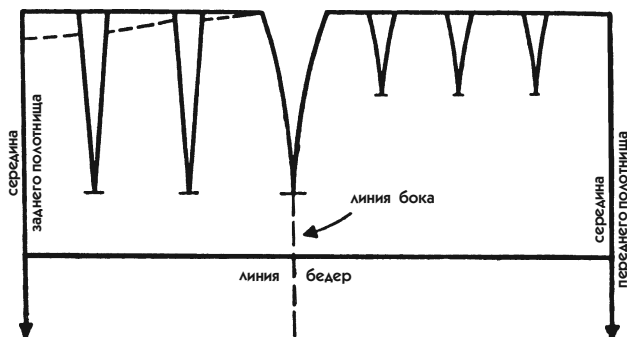
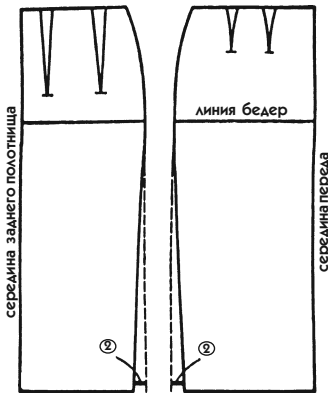
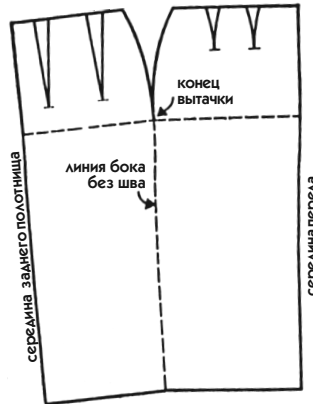
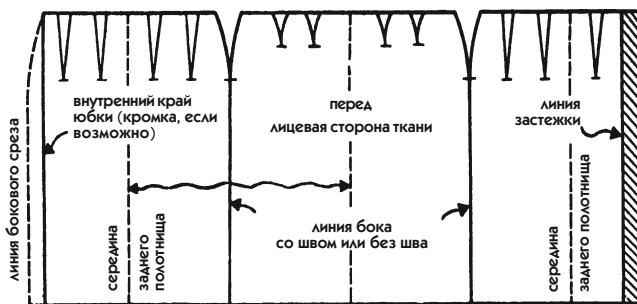

Рис. 78
Рис. 80
Рис. 81
Рис. 84
3. Понижение талии на спинке обозначьте пунктирной линией, как показано на рис. 78.
Примеры на рис. 78 и 79 даны не в полную длину, однако вы начертите лекало полностью.
- Проверьте срединные линии обоих полотнищ: они должны быть строго параллельны (рис. 78). После этого переведите на тот же лист бумаги чертеж заднего полотнища. В следующем разделе мы поговорим о вытачке, которая образуется при соединении этих двух линий.
3. Когда заднее полотнище базового лекала имеет понижение на талии, его надо распределить по всей юбке (см. пунктирную линию на рис. 78).
1. Переведите лекало, которое вы только что выполнили (см. рис. 78), но наметьте пунктирной линией вторую вытачку на заднем полотнище и вытачку на боку.
4. На рис. 78 боковая вытачка ограничена по длине вытачками заднего полотнища. Изменить ее длину можно чаще всего в результате наложения боковых линий юбки.
Переснимите чертеж переднего и заднего полотнищ прямой юбки (рис. 80).
На обоих полотнищах сделайте отметки по низу юбки, отложив по 2 см внутрь чертежа. Соедините эти точки прямыми линиями с линией бедер по боковому срезу (рис. 80, сплошные линии).
1. Сблизьте переднее и заднее полотнища юбки, как показано на рис. 78, и начертите единое лекало. Для этого достаточно перевести чертеж рис. 81, который даст вам лекало зауженной книзу юбки без боковых швов.
2. Надпишите все необходимые обозначения (направление долевой нити). Вытачка, получившаяся на боку, будет длиннее, чем на рис. 78, и это объясняется тем, что обе части лекала расходятся на другом уровне. Отметьте конец этой боковой вытачки (обычно он располагается на линии бедер). Изменять длину других вытачек необязательно, так как равновесие их не нарушилось.
Сделайте то же самое с вашим лекалом на рис. 81: разместите его по краю клетчатой ткани, которую вы заготовили, и вы увидите, что срединная линия заднего полотнища не располагается по долевой нити. Однако не будем принимать это обстоятельство во внимание, потому что главным для нас является переднее полотнище юбки. На нем имеется шов по середине, и он не совпадает по направлению с долевой нитью.
- Если переднее полотнище, как и заднее, должно из-за рисунка ткани располагаться по долевой нити, то придется отказаться от варианта юбки без боковых швов. Приложите ваше лекало к ткани, и вы легко поймете причину. Поэтому вам остается использовать лекало на рис. 80, а если ткань в клетку, то лучше взять лекало на рис. 78 для прямой юбки без сужения книзу.
1. Возьмите лекало на рис. 78 и сравните его с лекалом на рис. 84. Вы видите часть лекала рис. 78, ограниченную волнистой стрелкой.
2. На большой лист бумаги перенесите дважды лекало с рис. 78, перевернув его на обратную сторону, чтобы получить левую часть (на бумаге это будет правая сторона), как показано на рис. 84.
Такая юбка выполняется реже, чем с запахом сзади, но кроится по той же технологии. Если застежка классическая, лекало выполняется, как на рис. 84, только заднее полотнище юбки будет располагаться по середине.